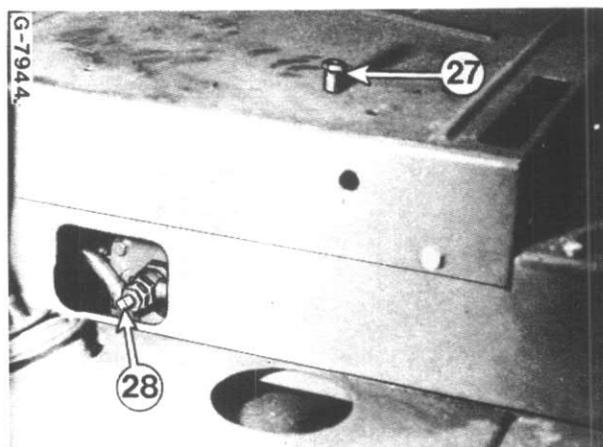

Fig. 9
- a) Clapet d'étranglement (28, Fig. 9)
1. Mettez en place le clapet d'étranglement (28, Fig. 9).